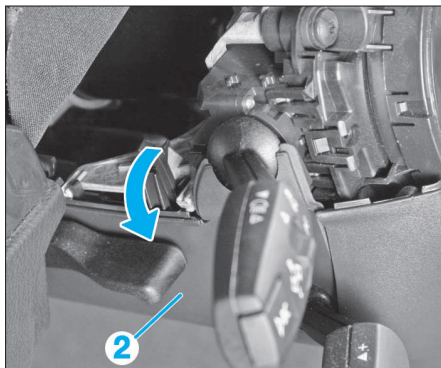

FIG. 5
- Presser les ergots de verrouillage vers l'extérieur (flèche) et déclipper l'habillage inférieur de colonne de direction (2) vers le bas (Fig.5).